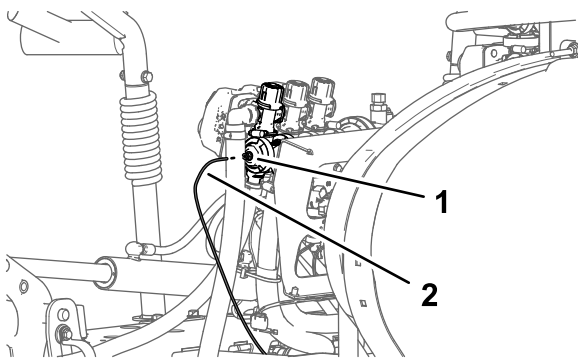

Figura 34
1. Presione el anillo del acoplamiento del tubo en el tapón extremo de la válvula de sección del brazo derecha (Figura 34).